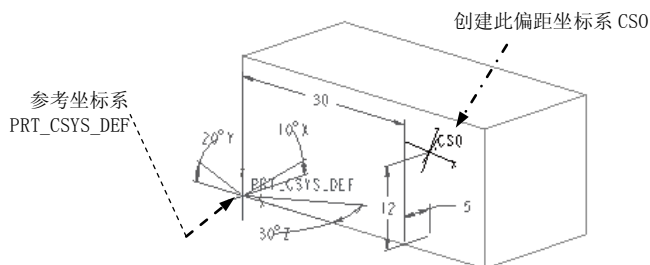

图 3.2.7 创建偏距坐标系
如图 3.2.7 所示，现需要参考坐标系 PRT_CSYS_DEF 创建偏距坐标系 CSO，操作步骤如下：
Step3. 选取放置参考。选取图 3.2.7 中的坐标系 PRT_CSYS_DEF。